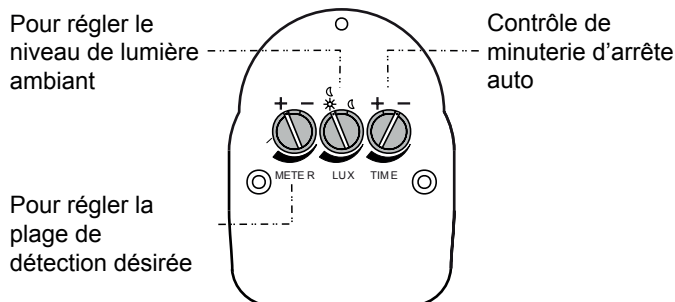

FIG. 11
Bouton du COMPTEUR - TEMPS - LUX (Voir FIG.11).
7. Le capteur détecte le plus « grand champ de vision » (Voir FIG.11).
7. Réglage du bouton du TEMPS. Le réglage minimal à « - » est d' environ 6sec, le réglage maximal à « + » est d' environ 12min (Voir FIG.11).